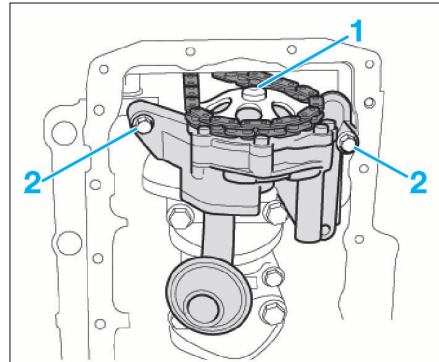

FIG. 28
- Déposer la vis (1) (Fig.28).